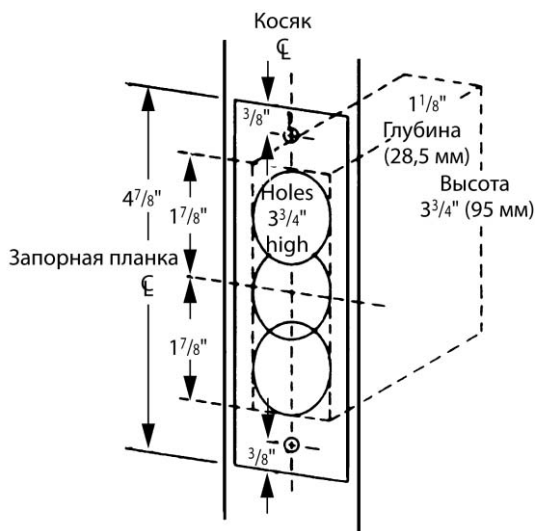

Рис. 6.28. Разметка запорной планки на косяке по шаблону
6. Совместить шаблон запорной планки на косяке. Следует убедиться, что центральная линия совпадает на шаблонах запорной планки и декоративной накладки замка (рис. 6.28).